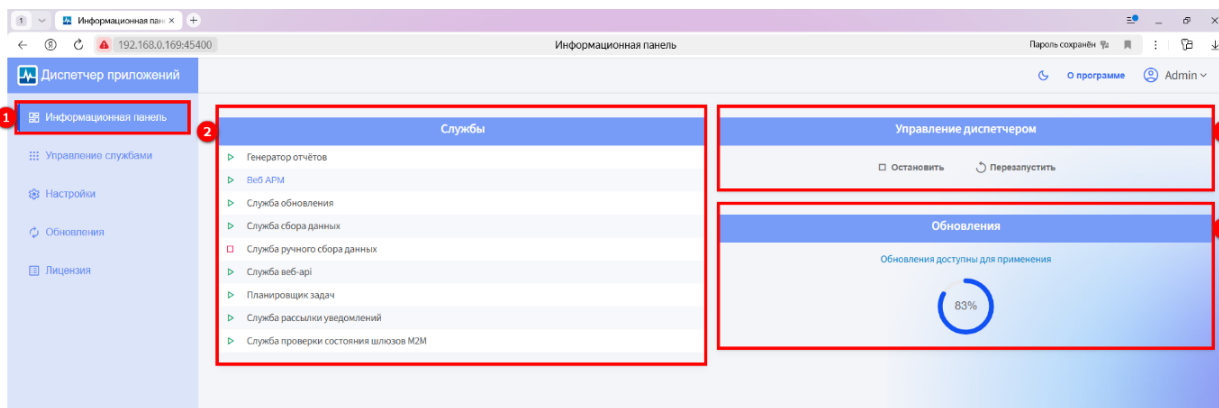

Рисунок 9 – Диспетчер приложений – Информационная панель
Вкладка **Информационная панель** (1) (см. рисунок 9) содержит информацию обо всех службах **RadioAccess 4** (2), и позволяет остановить или перезагрузить работу **Диспетчера приложений RadioAccess 4** (3), а также запустить процедуру обновления (4).